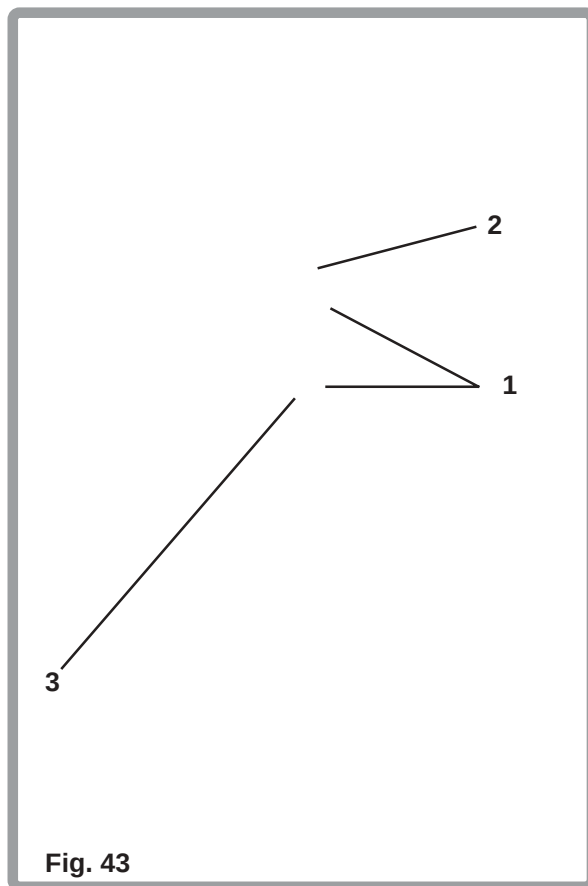

Fig. 43
Voor het omdraaien van de balhoofdhuusplaat, zoals getoond in Fig. 43, dient de linkerplaat aan de rechterzijde van het frame gemonteerd te worden, en de rechterplaat dient aan de linkerzijde van het frame gemonteerd te worden. Zie Fig. 39 op pagina 33. Beide bevestigingsbouten (1) en moeren (2) dienen verwijderd te worden van beide balhoofdunits (3). Verwijder beide balhoofdunits en van plaats ze aan de andere zijde van de rolstoel. De bouten dienen terug geplaatst te worden en de volgorde voor het afstellen van de balhoofdhoek dient opnieuw volgens de beschreven procedure opgevolgd te worden (Fig. 40, pagina 34).